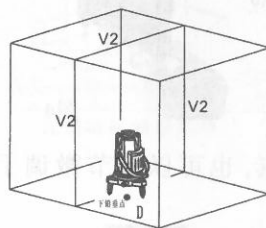

图2-3
(3)按V2键,仪器输出左右方向垂直线和下铅垂点D(见图2-3)